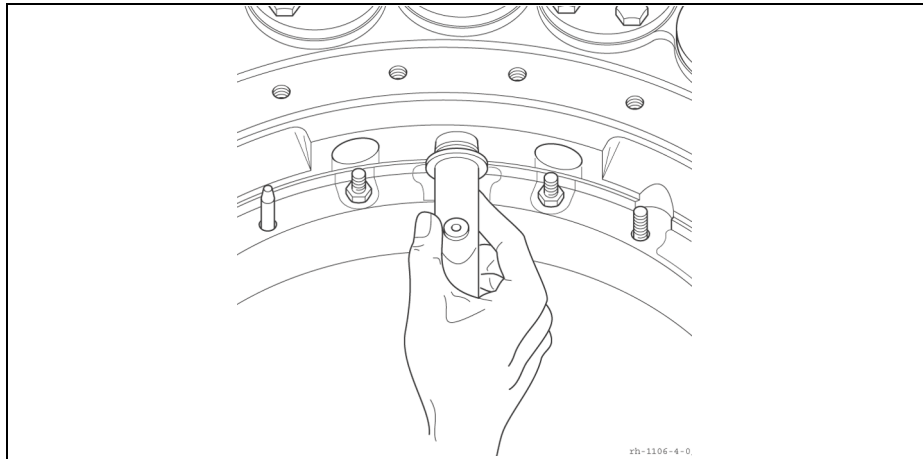

图 20 拆下吸油管
6. 小心地吊起切换开关芯子，从切换开关油室中垂直取出，图 20。
7. 拆下吸油管。分接开关头中的接线板必须向内抽出，**图 20**。注意接线板的 O 型环。